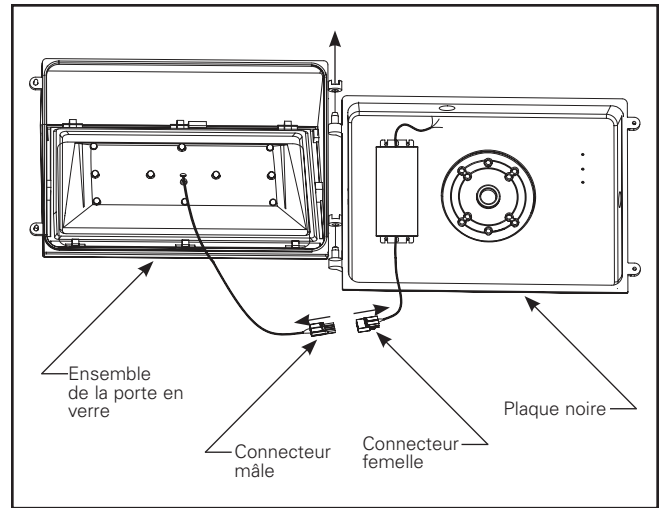

Figure 1.
1. Ouvrez le luminaire en desserrant les deux vis cruciformes sur le côté opposé aux charnières. Débranchez les connecteurs mâle et femelle. Retirez l'ensemble de la porte en verre et mettez-le doucement de côté. (figure 1)